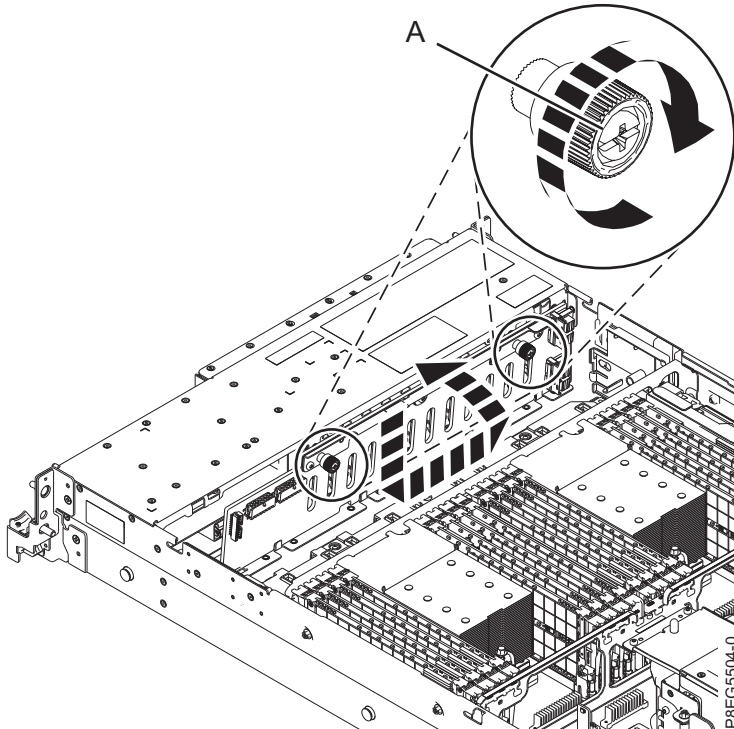

Figure 6. Remplacement du fond de panier d'unité de disque
3. En utilisant le bord supérieur du fond de panier d'unité de disque et en vous plaçant face au système, remplacez le fond de panier. Inclinez-le vers l'arrière et placez-le dans le châssis. Alignez les encoches du fond de panier avec les pattes situées dans le châssis pour l'insérer dans le système. Soulevez le fond de panier légèrement vers la gauche pour le stabiliser, comme illustré dans la figure 6, à la page 8.
4. Serrez soigneusement les vis imperdables (A) jusqu'à ce que chacune d'elles soit fixée dans le châssis du système.